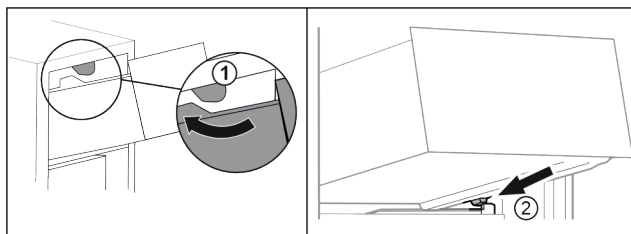

Fig. 69
- ▶ Duceți sertarul în jurul opritoarelor superioare. Fig. 69 (1)
- ▶ Așezați sertarul oblic în spatele opritoarelor inferioare pe nervura recipientului. Fig. 69 (2)